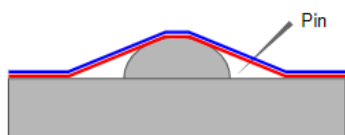

Fig.11
- 2) Rassembler les bulles autour du rivet sans déformer le film. Percez un trou dans le vinyle autour du rivet et appuyez avec le bout du doigt pour faire sortir l'air coincé entre le vinyle et le rivet. *Fig.11*